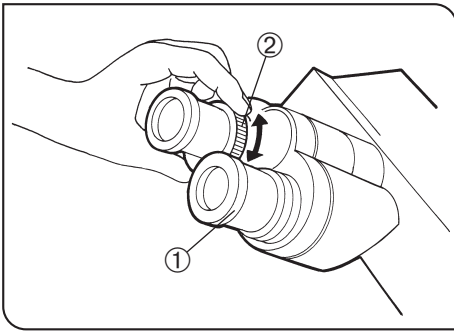

図 42
- 1) 右眼で右側の接眼レンズを覗き、視野内のミクロメータ(クロス線など)がシャープに見えるように、接眼上部①を回します。(図42)
- 3) 左眼で左側接眼レンズを覗き、視度調整環②を回して標本にピントを合わせます。